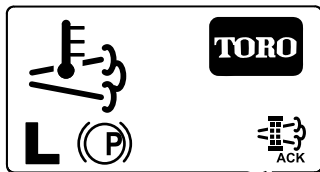

Bild 32
8. Im InfoCenter wird der Homebildschirm angezeigt; das Symbol für die Bestätigung der Regenerierung (Bild 32) wird unten rechts auf dem Bildschirm angezeigt, wenn die Regenerierung ausgeführt wird.